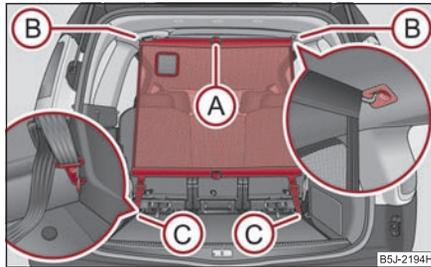

Abb. 80 Verwendung des statischen Trennnetzes hinter den Rücksitzen
⇒ Seite 75, Abb. 80.
- Lösen Sie Bänder auf beiden Seiten und hängen Sie die Karabiner (C) aus ⇒ Seite 75, Abb. 80.
- Nehmen Sie die Querstange aus den Aufnahmen (B) heraus.